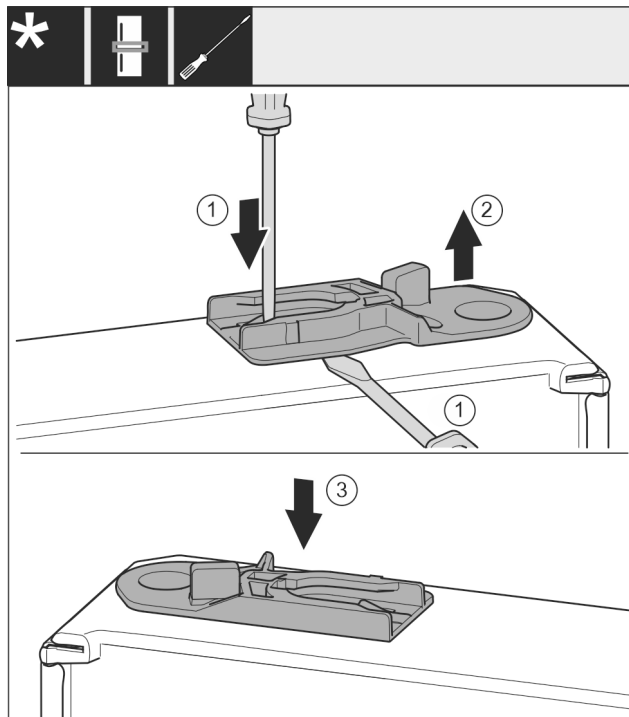

Fig. 53 *
- ▶ Húzza ki a vezetőhüvelyt: Nyomja a fedőlemezt Fig. 53 (1) lapos csavarhúzóval, és közben nyúljon lapos csavarhúzóval a vezetőhüvely Fig. 53 (2) alá.*
- ▶ Tolja be a kiszállított csomagban található vezetőhüvelyt Fig. 53 (3) a ház másik oldalára.*